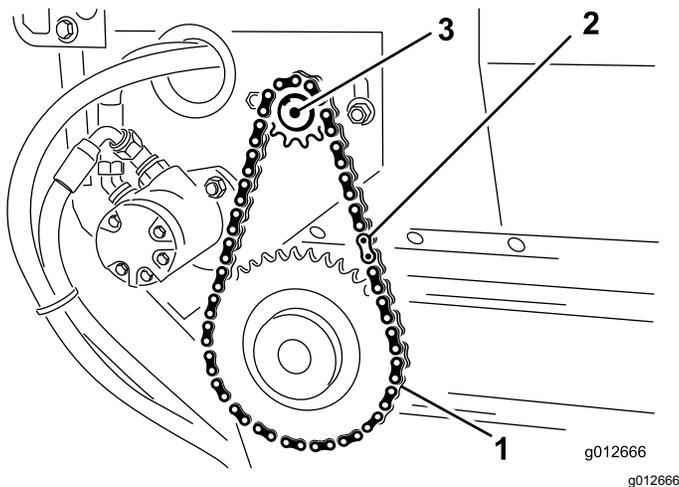

Figura 24
2. Remova o elo principal da corrente e remova a corrente das rodas motoras pequenas (Figura 24).